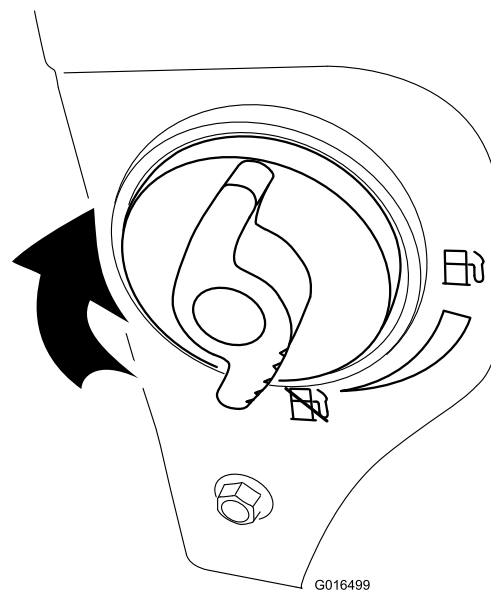

Figura 31
4. Girate la valvola d'intercettazione del carburante per chiuderla (Figura 31).